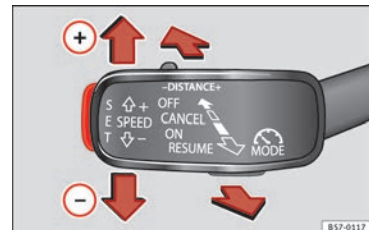

Fig. 50 A sinistra del piantone dello sterzo: terza leva per l'uso del GRA.
- Collegamento del GRA: posizionare la terza leva su **ON** » **fig. 50**. Il sistema si accende ma non effettua la regolazione poiché non è programmata alcuna velocità.
- Attivazione del GRA: premere il tasto **SET** » **fig. 50**. Memorizza e regola la velocità attuale.
- Disattivazione temporanea del GRA: muovere la leva fino a **CANCEL** » **fig. 50** e rilasciarla o schiacciare il freno. La regolazione si scollega temporaneamente.
- Collegare nuovamente il GRA: muovere la leva fino a **RESUME** » **fig. 50** e rilasciarla. La velocità memorizzata verrà conservata e regolata nuovamente.
- Disattivazione del GRA: portare la terza leva in posizione **OFF** » **fig. 50**. Il sistema si disattiva e la velocità memorizzata si cancella.